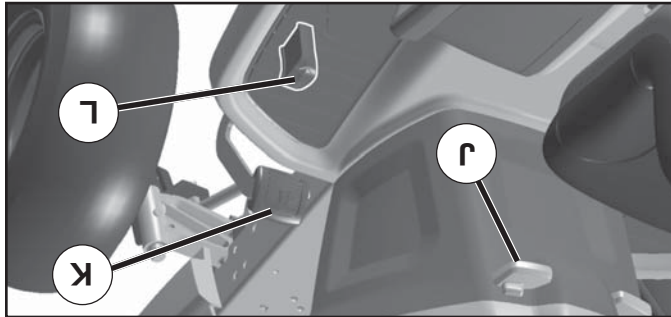

Fig. 19
(Voir la Fig. 19)
- Appuyez doucement sur la pédale de marche avant (K) ou sur la pédale de marche arrière (L) pour commencer à vous déplacer. Plus vous appuyez sur la pédale, plus la vitesse au sol augmente.
COMMENT UTILISER LE RÉGULATEUR DE VITESSE (J) (Voir la Fig. 19)